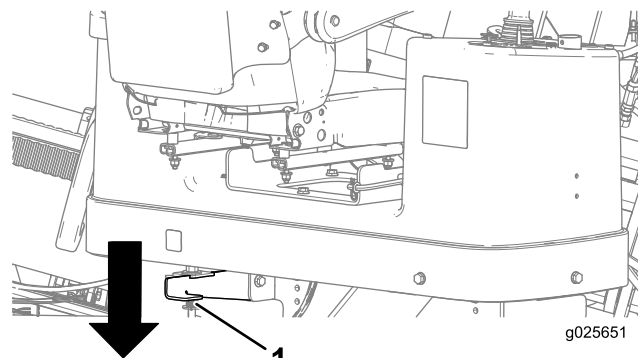

Figura 71
5. Empurre para baixo a trava traseira de fixação da plataforma do operador e puxe a plataforma para fora até a posição desejada, certificando-se de que seja novamente travada nessa posição (Figura 71).